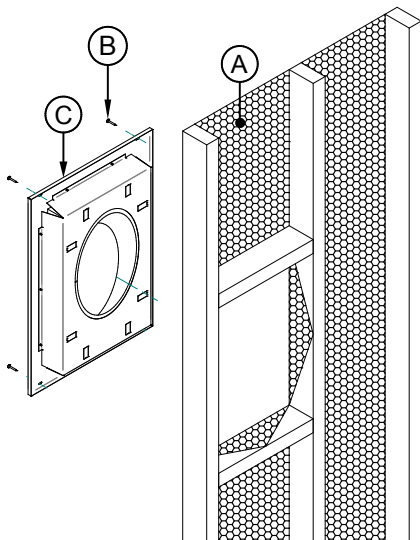

Figure 3
3. Coupez soigneusement une ouverture en X dans le coupe-vapeur (A) de façon à pouvoir le replier et l'attacher à la structure (Figure 3)